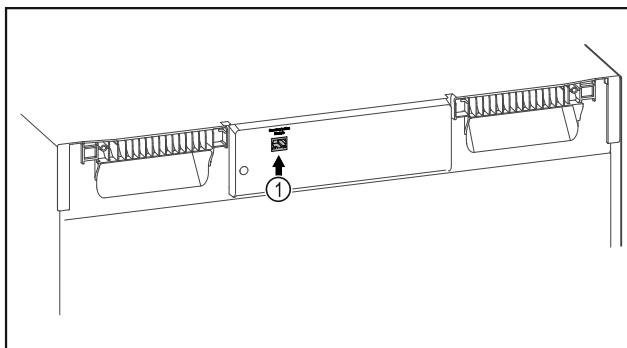

Fig. 142
SmartModule Fig. 142 (1) se rabi.